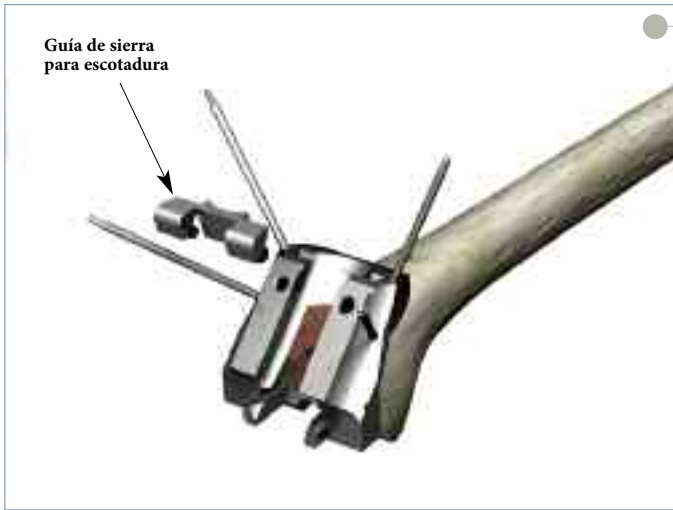

Figura 27
- ▶ Guíe los tetones de la guía de sierra para escotadura del tamaño adecuado dentro de los orificios anteriores del bloque para escotadura (Figura 27).